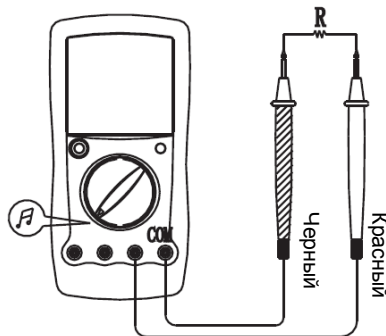

Рисунок 7
**E. Прозвонка электрических цепей** (см. Рисунок 7)**⚠ Предупреждение**